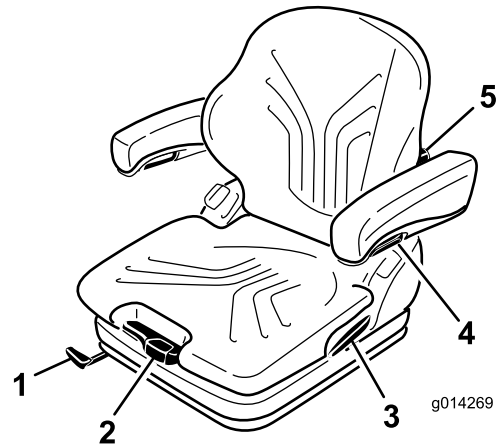

Figure 13
Régalez le siège pour votre poids en tirant ou en poussant le levier de réglage correspondant (Figure 13).
1. Levez le levier pour débloquer le siège (Figure 13).
En tournant le bouton de réglage vers le haut, vous pouvez régler le renflement de la partie supérieure du dossier. En tournant le bouton de réglage vers le bas, vous pouvez régler le renflement de la partie inférieure du dossier (Figure 13).
Pour régler la hauteur des accoudoirs, séparez le cache rond (Figure 13) du couvercle, desserrez l'écrou hexagonal (13 mm) qui se trouve derrière, réglez les accoudoirs à la position voulue puis resserrez l'écrou. Remplacez la cache sur l'écrou.
Pour régler l'angle des accoudoirs, tournez le bouton de réglage (Figure 13).
Tirez sur le levier pour libérer le verrou du dossier (Figure 13). Lorsque le verrou est libéré, ne vous appuyez pas contre le dossier.